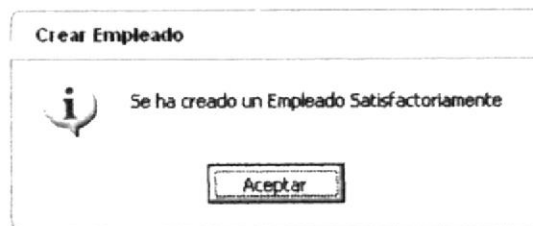

Figura 4.38 Mensaje de Ingreso de Empleado
14. Si se ha realizado el ingreso aparecerá el mensaje (Ver figura 4.38)